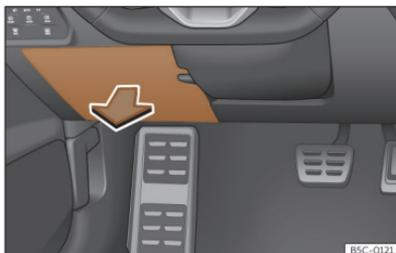

Abb. 210 Auf der Fahrerseite in der Instrumententafel: Abdeckung des Sicherungskastens.
- **Öffnen:** Abdeckung nach unten aufklappen >>> (Abb. 210).